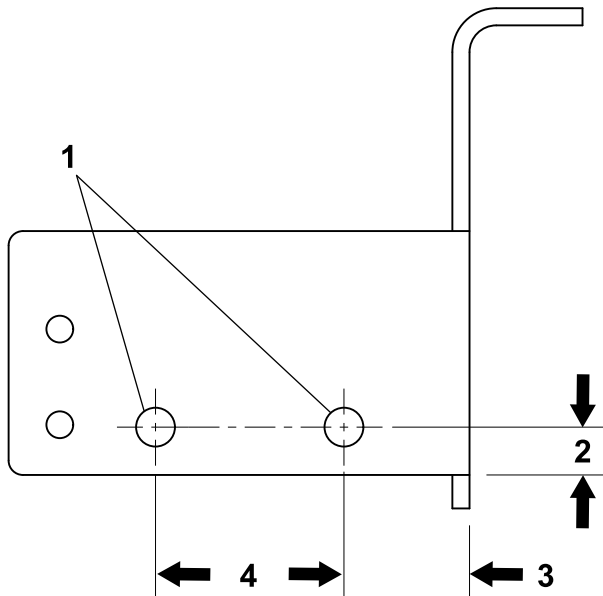

Bild 24
1. Schraube, 5/16" x 1" (2) 3. Platte
2. Mutter, 5/16" (2)
6. Suchen, markieren und bohren Sie zwei Löcher (10 mm) in die Platte wie in Bild 24 dargestellt.